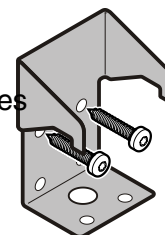

Figure 8
Pour un montage sûr des équerres, utiliser l'une des différentes options de montage illustrées aux figures 8 - 11.
*Pour un montage sûr des équerres, utiliser l'une des différentes options de montage illustrées aux **figures 8 - 11**.*
Montage à l'aide de chevilles murales sur des murs en béton (**Figure 8**).